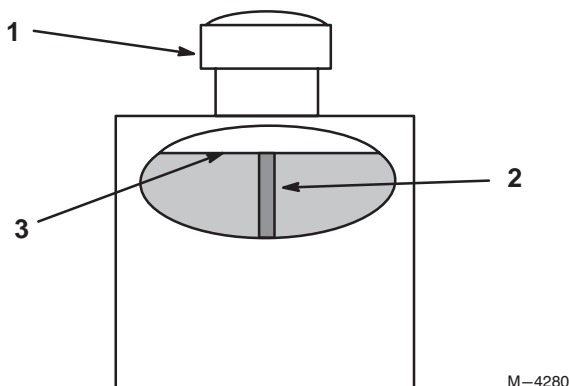

Figure 51
2. Nettoyez la surface autour du goulot de remplissage du réservoir hydraulique (Fig. 51).
3. Enlevez le bouchon du goulot de remplissage et vérifiez si le réservoir contient du liquide (Fig. 51).
Remarque : Quand il est chaud, le liquide doit atteindre le haut du déflecteur (Fig. 51).